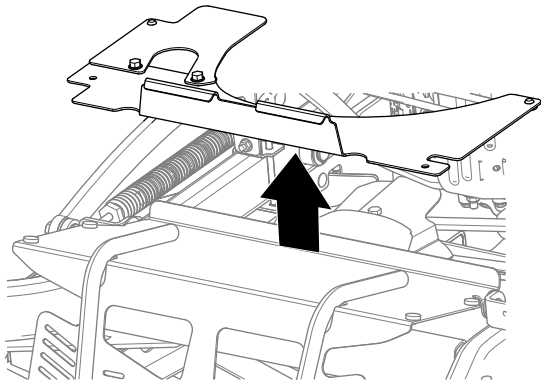

Figure 36
1. Boulon (5/16" x 1") (2)
3. Retirez l'écrou hexagonal (5/16") qui fixe l'extension de la protection aux boulons de carrosserie (Figure 36). Déposez extension de la protection.